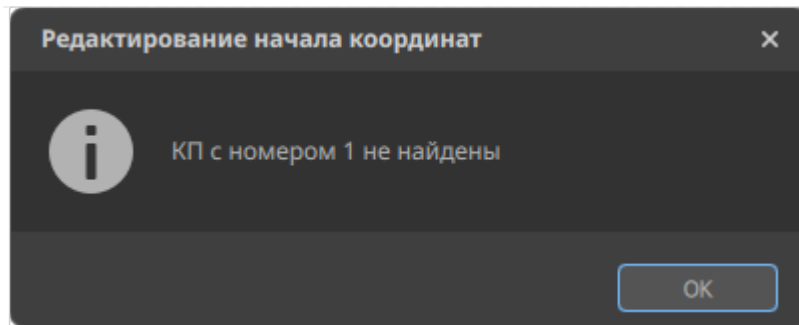

Рисунок 43. Ошибка размещения начала координат в точке первого КП
- 2) Если в рабочей области отсутствуют КП или ни одному КП не присвоено значение «1», то при вызове команды меню «Редактирование» → «Начало координат» → «КП №1» выводится предупреждающее сообщение (см. рисунок 43).